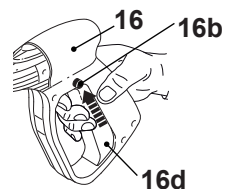

Fig. 22
5. Active el dispositivo de bloqueo del gatillo (16d) pulsando su correspondiente botón (16b) (Fig. 22).